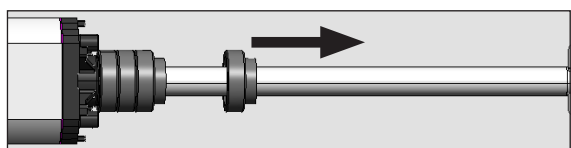

Fig.25
4. Verwijder alle afstandhouders, indien aanwezig (Fig. 25).